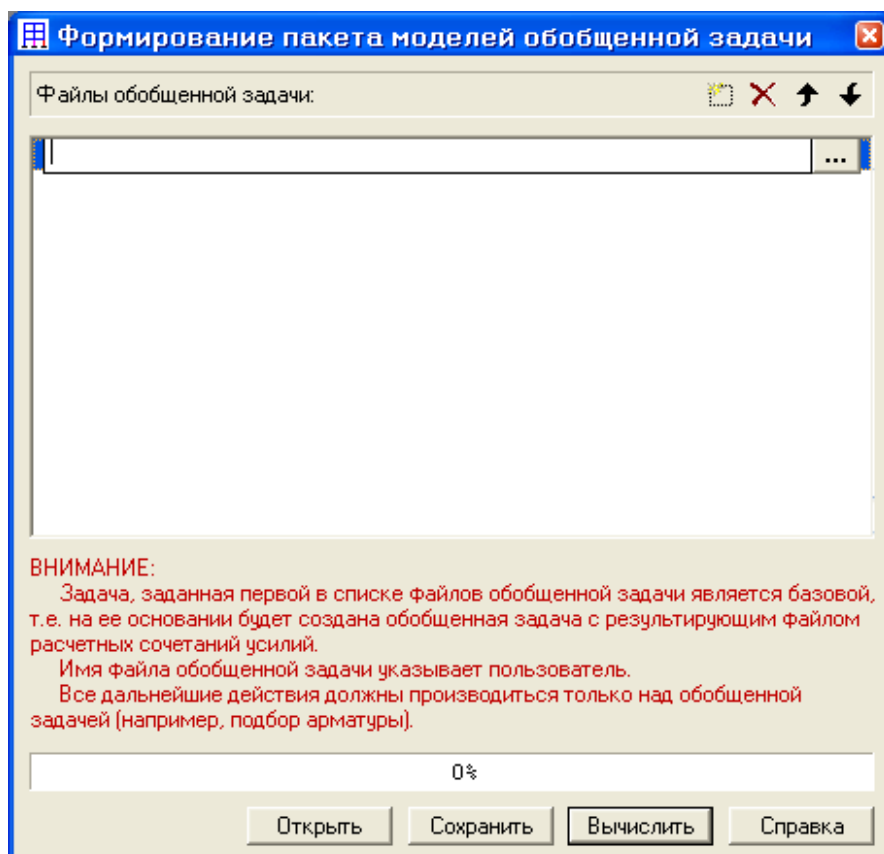

Рис.11.23. Диалоговое окно **Формирование пакета моделей обобщенной задачи**
- В этом окне (рис.11.23) для формирования списка из топологически одинаковых расчетных схем щелкните по кнопке  – **Добавить новую задачу**.